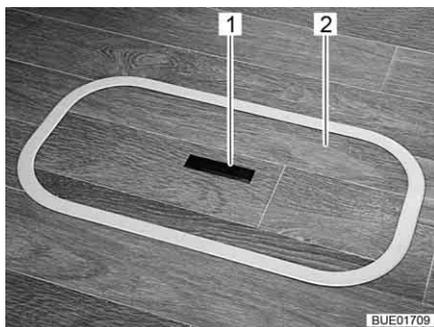
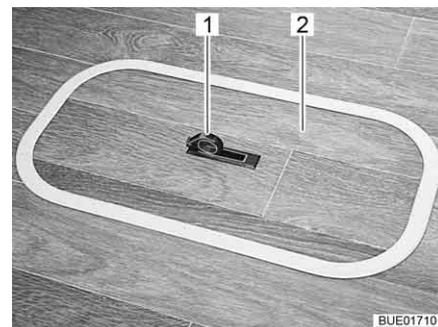

Fig. 85 Copertura scomparto nel fondo (maniglia abbassata)
Fig. 86 Copertura scomparto nel fondo (maniglia alzata)
- Spingere la piastra di presa (Fig. 85,1) verso il basso da un lato. La maniglia (Fig. 86,1) viene ruotata verso l'alto.
- Rimuovere la copertura (Fig. 85,2 o Fig. 86,2) tirandola verso l'alto.